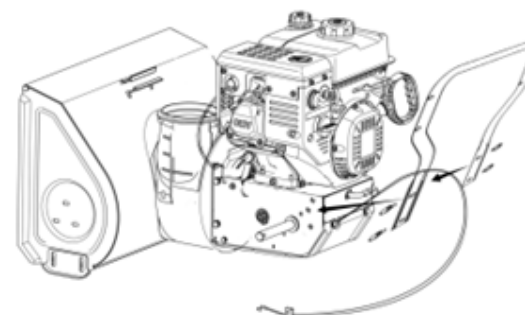

Рис. 1
- Установите нижнюю рукоятку на коробку передач с помощью болтов с квадратным подголовком, затяните их (Рис. 1).